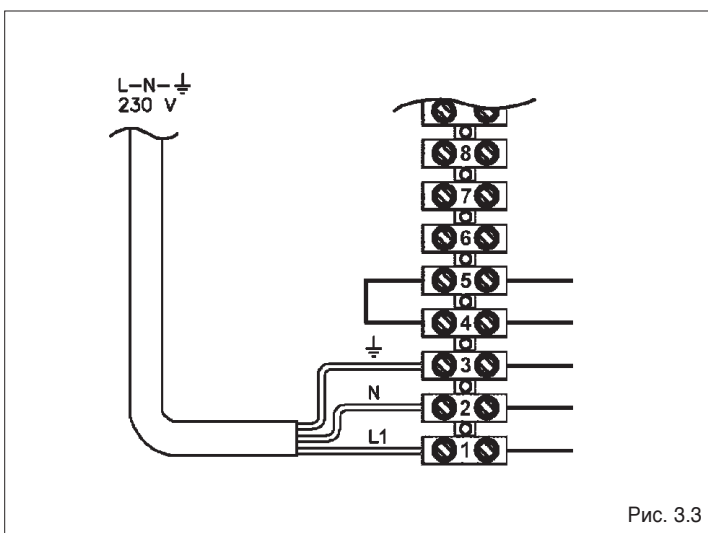

Рис. 3.3
- Подключение к сети электропитания показано (Рис. 3.3);